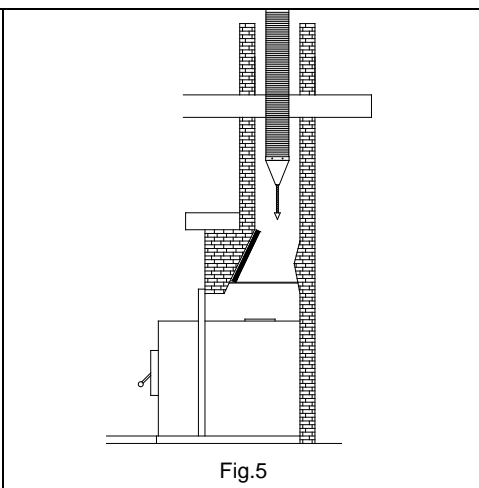

Fig.5
4. Faites descendre la gaine flexible à l'intérieur de la cheminée à partir du haut. La manière la plus facile d'introduire la gaine à l'intérieur de la cheminée est de fixer le cône d'installation (NC) d'ICC (Fig.5) à la base de la gaine flexible et d'y attacher un câble. Laissez courir le câble à l'intérieur de la cheminée et tirez doucement sur le câble vers le bas. Continuez de fixer les longueurs verticales jusqu'à ce que la gaine flexible s'appuie sur la tablette à fumée, puis fixez une longueur supplémentaire. Assurez-vous de placer un rivet en acier inoxydable dans chacun des trous pré perforés. Retirez le câble ou la chaîne.